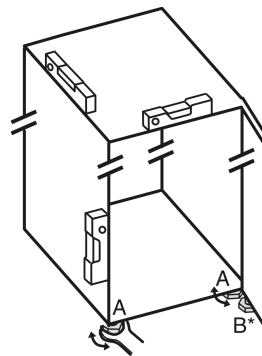

Fig. 4
- ▶ Zhvendosni këmbëzat me rregullim Fig. 4 (A) me çelës fiso dhe me ndihmën e një niveli me ujë, derisa pajisja të jetë niveluar mirë.
- ▶ Zhvendosni këmbëzat me rregullim Fig. 4 (B) në bazamentin mbështetës me çelësat fiso të përfshirë në paketim, derisa të jetë mbështetur mbi dyshemë.
- ▶ Rrotulloni këmbëzën me rregullim Fig. 4 (B) me 90°.